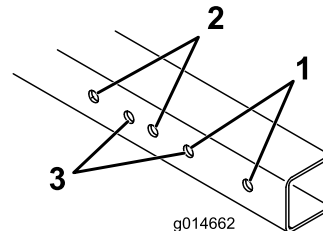

図 2
1. 図 2 を参考にして、搭載するグリーンモアの幅に合う取り付け穴を選ぶ。
注 グルーマを搭載しているグリーンズマスター 1000、1010、2000 では、グルーマ端部にあるホイールシャフトを外し、新しいホイールシャフト106-5385を別途購入して取り付けてください。また、レールアセンブリグルーマの端部側を、グリーンズマスター 1600、1610用の穴に取り付けてください 図 2。